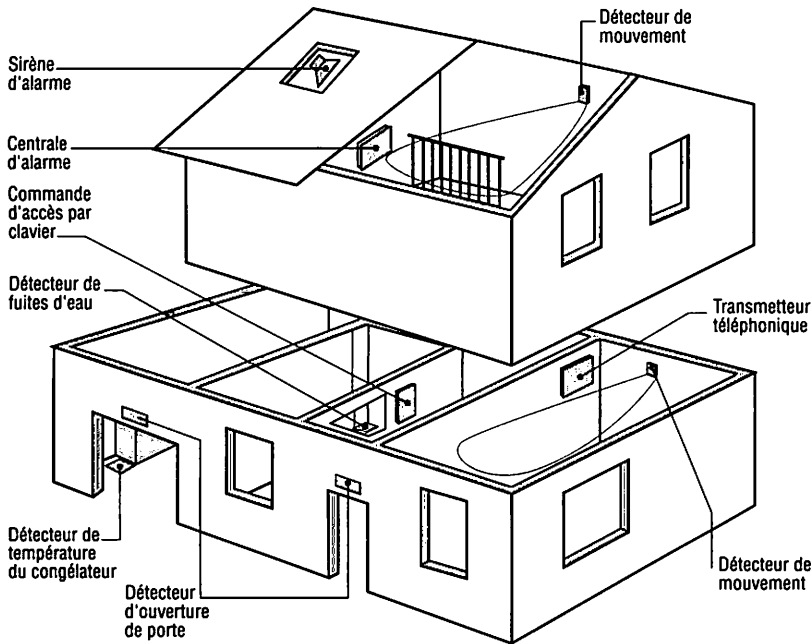

Fig. 5 : Implantation d'un système d'alarme anti-effraction, avec aussi des alarmes techniques.
b) Disposition des éléments dans l'espace à protéger (fig. 5).